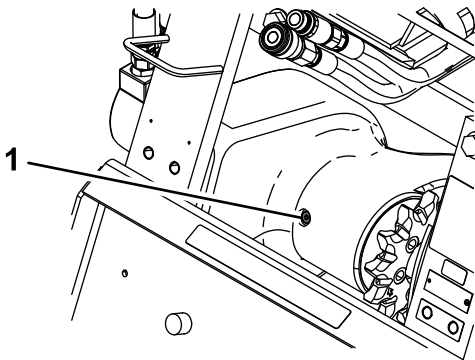

Bild 14
4. Reinigen Sie den Bereich rund um den Einfüllstutzen-Schraubverschluss am Lagergehäuse (Bild 14).
5. Entfernen Sie den Schraubverschluss vom Einfüllstutzen (Bild 14).
3. Reinigen Sie den Bereich rund um den Einfüllstutzen-Schraubverschluss am Lagergehäuse (Bild 14).
4. Entfernen Sie den Schraubverschluss vom Einfüllstutzen (Bild 14).